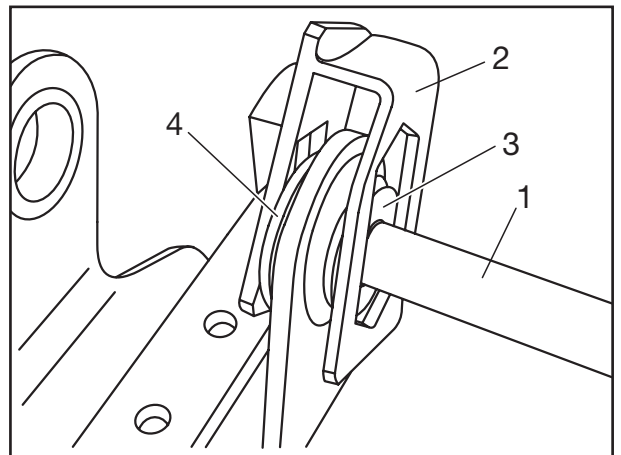

Fig. 9
- Federbolzen (Fig. 9/1) mit Fett einstreichen. Kulissenscheibe mit Verdrehsicherung (Fig. 9/2) und den beiden Scheiben (Fig. 9/3 und 9/4) am Hebearm mit dem Federbolzen montieren.
- Smear spring pivot bolts (Fig. 9/1) with grease. Mount the connecting link disc with anti-rotation lock (Fig. 9/2) and the two washers (Figs. 9/3 and 9/4) on the lift arm with the spring bolt.
- Enduire de graisse les boulons de ressort (fig. 9/1). Monter la cale à coulisse avec la sécurité de torsion (fig. 9/2) et les deux rondelles (Fig. 9/3 et 9/4) sur le bras de relevage au moyen du boulon de ressort.